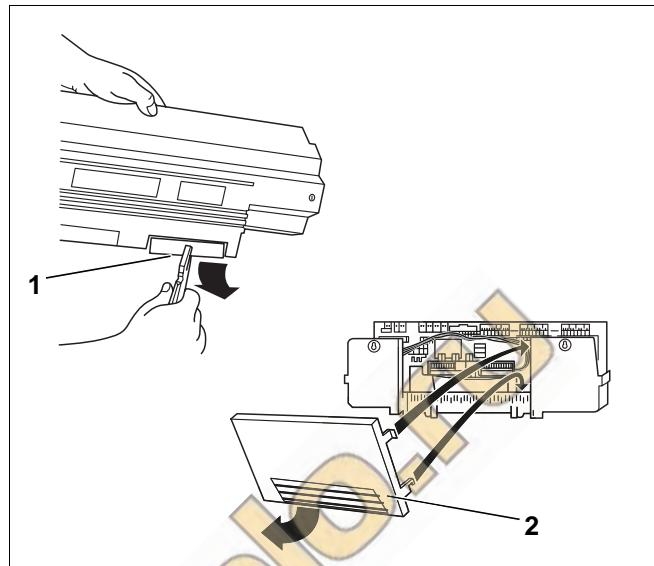

Рис. 44 Подготовка кабельного прохода
- При необходимости выломать заглушки (рис. 44, поз. 1) в задней стенке кабельного канала (Logamatic 33..) или снять часть задней стенки (Logamatic 43..) (рис. 44, поз. 2).
- Вставить нижние крюки задней стенки (Logamatic 43..) в рамку и нажать на нее сверху до фиксирования боковых крюков (рис. 44, **поз. 2**).